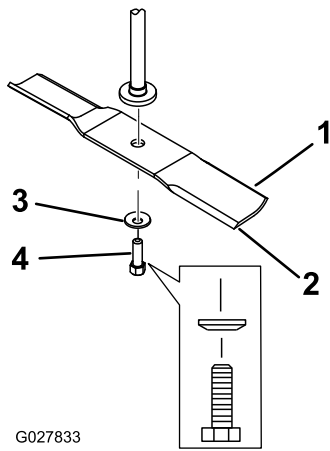

Figure 66
2. Enlevez de l'axe, le boulon, la rondelle bombée et la lame (Figure 66).
1. Placez la lame sur l'axe (Figure 66).
2. Posez la rondelle bombée (face concave vers la lame) et le boulon de lame (Figure 66).